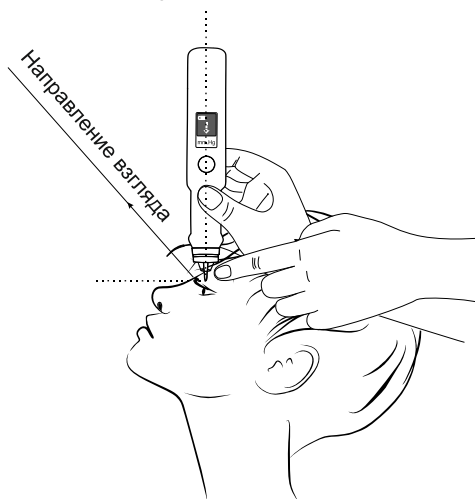

Рисунок 15
2. При проведении процедуры измерения другому лицу - зафиксируйте взгляд пациента с помощью тест-объекта (например, поднятого вверх большого пальца вытянутой руки пациента) так, чтобы линия его взгляда была примерно под углом 45° - 50° , как показано на рис. 15.
При самостоятельном измерении - зафиксируйте взгляд с помощью тест-объекта (например, поднятого вверх большого пальца вытянутой руки) так, чтобы линия взгляда была примерно под углом 45° - 50° (рис. 15).